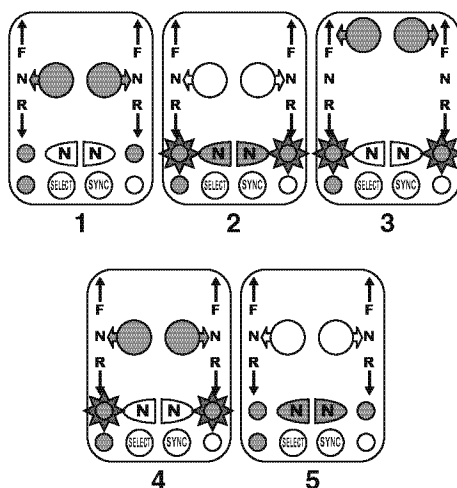

Figura 13
1. Riportare la(e) leve su folle. La spia del folle si accende in modo fisso (1, **Figura 13**).
2. Premere il pulsante N (folle) (2, **Figura 13**). La spia(e) lampeggia (stella attorno alla luce nella (2, **Figura 13**)).
3. Spostare la leva(e) per accelerare in avanti o indietro (3, **Figura 13**) per controllare il regime del motore senza innestrare la marcia.
1. Riportare la(e) leve su folle N (4, **Figura 13**).
2. Premere il pulsante N (folle) (5, **Figura 13**). La spia del folle si accende in modo fisso (5, **Figura 13**).